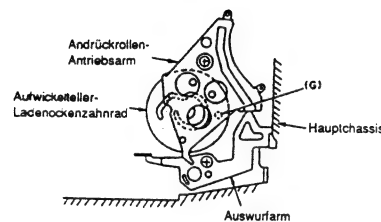

Abb. 3-3
- Das Aufwickelteller-Ladenocken-Zahnrad in das Hauptchassis einbauen, so daß die Bohrung (G) in dem Aufwickelteller-Ladenocken-Zahnrad und die Bohrung in dem Hauptchassis überlappen (siehe Abb. 3-3). Den Andrückrollen-Antriebsarm gemäß Abbildung einbauen (siehe Abb. 3-3).